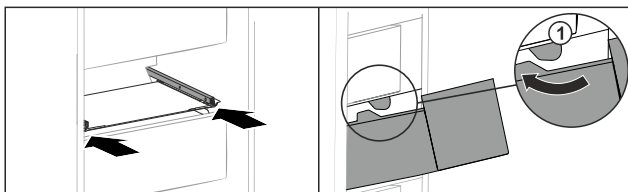

Fig. 156
- ▶ Introduzca el cajón rodeando los topes Fig. 156 (1).